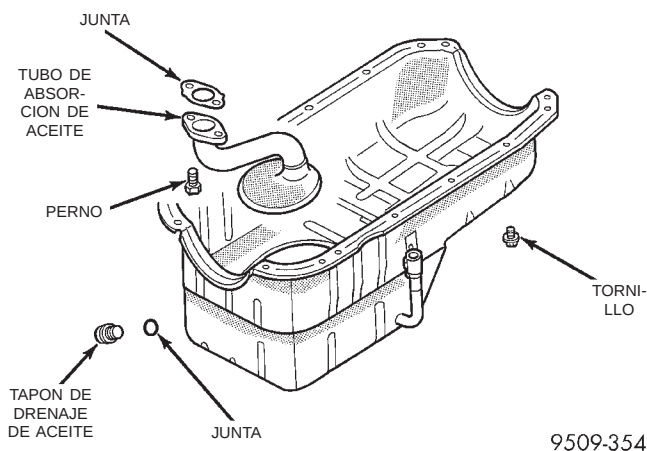

Fig. 72 Colector de aceite
(2) Retire el tapón de drenaje y vacíe el aceite (Fig. 72).